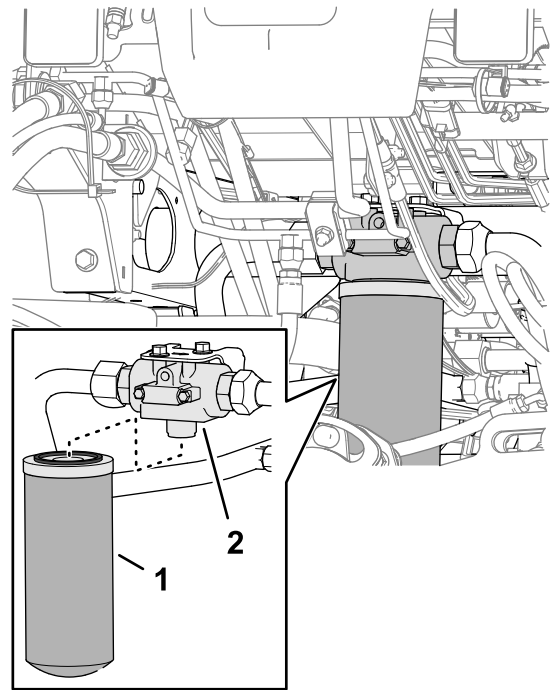

Figura 103
2. En la parte delantera de la máquina, coloque un recipiente de vaciado debajo del filtro de retorno (Figura 103).